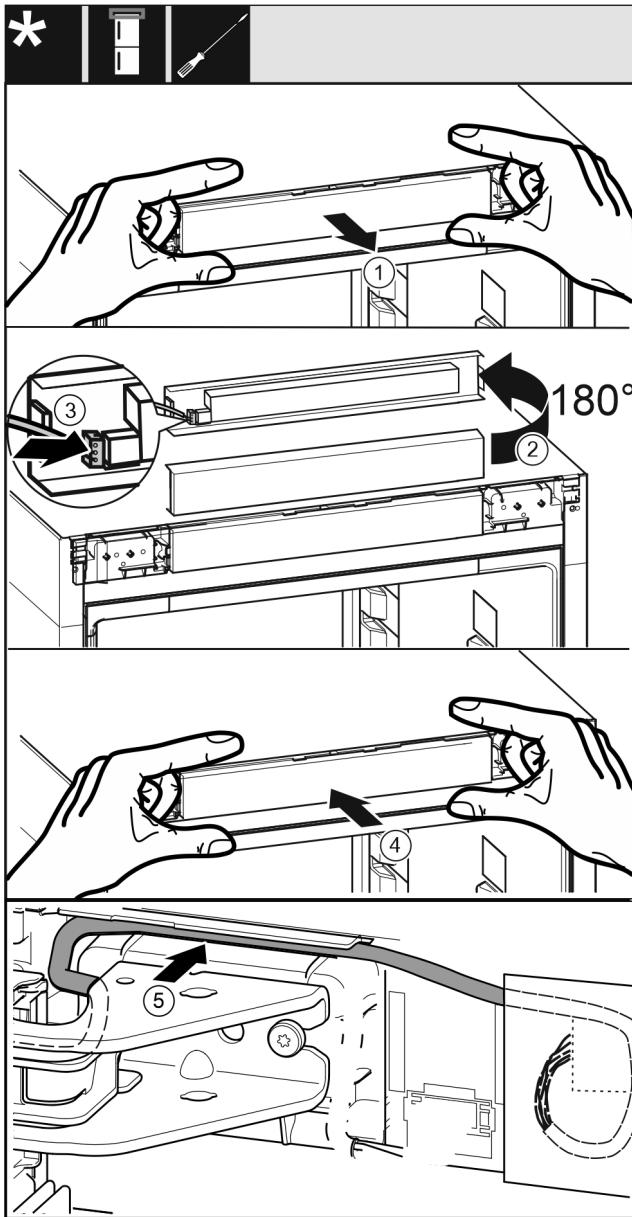

Fig. 41
- Bedienblende vorsichtig herausnehmen. Fig. 41 (1)
- Blende um 180° nach oben drehen. Fig. 41 (2)
- Stecker an der Bedienteilblende einrasten. Fig. 41 (3)
- Bedienblende wieder am Gerät einrasten. Fig. 41 (4)
- Graues Kabel vorsichtig in der Führung über dem oberen Lagerbock verlegen. Fig. 41 (5)